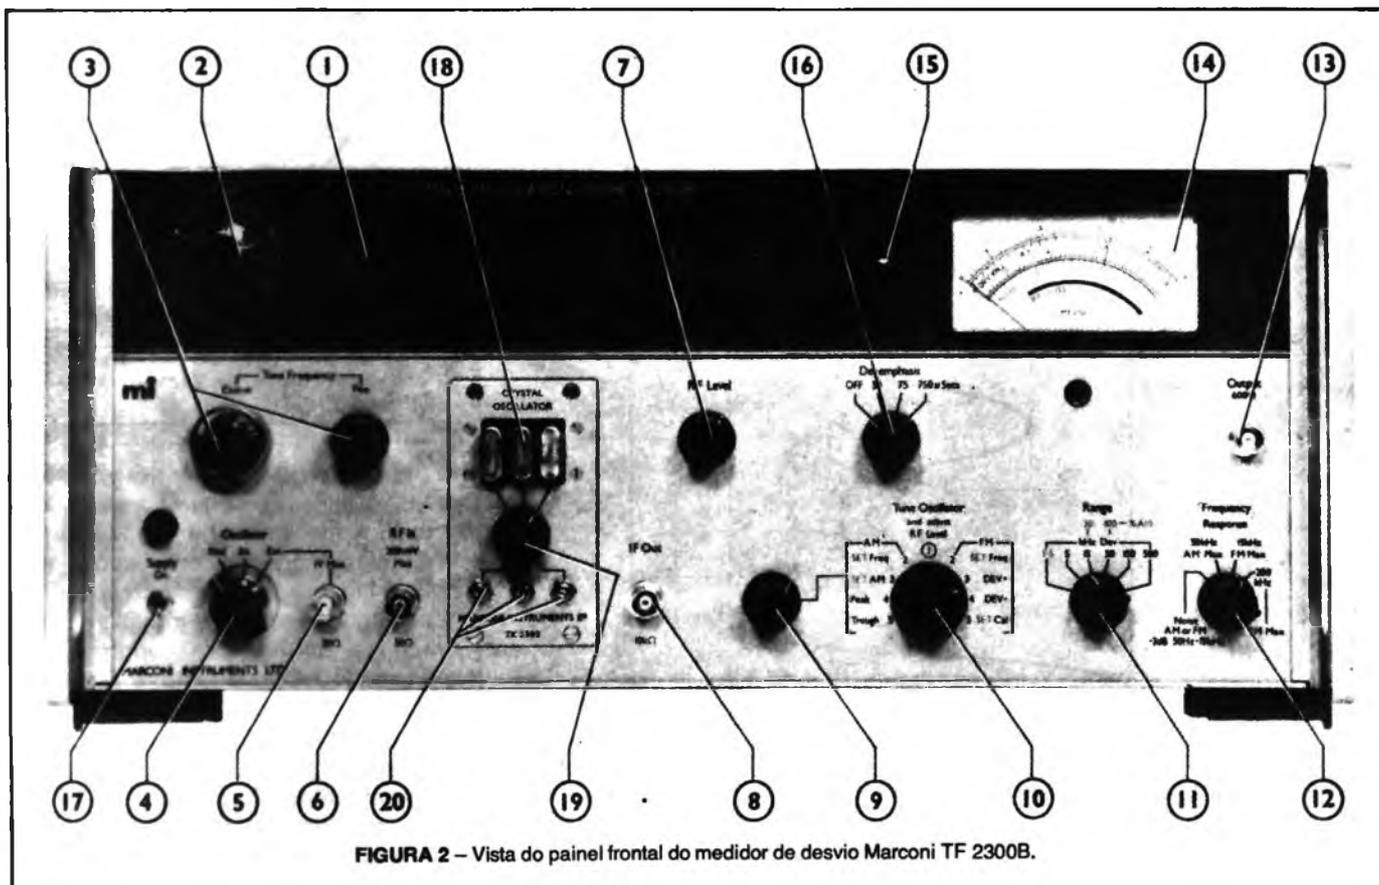

FIGURA 2 – Vista do painel frontal do medidor de desvio Marconi TF 2300B.
a) Oscilador variável: é do tipo LC, cobrindo a faixa de frequência de 5,5 a 1201,5kHz. O oscilador LC é dividido em 11 faixas de frequências, selecionadas através da chave 2. (figura 2)